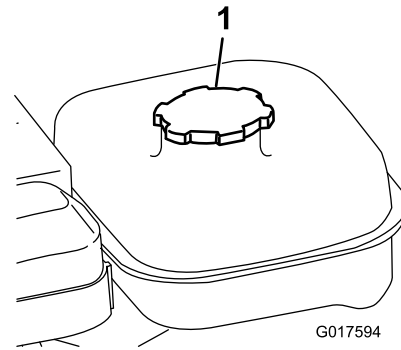

Bild 21
1. Reinigen Sie den Bereich um den Tankdeckel und nehmen den Deckel ab (Bild 21). Füllen Sie den Kraftstofftank nur bis zur unteren Kante des Filtergitters.